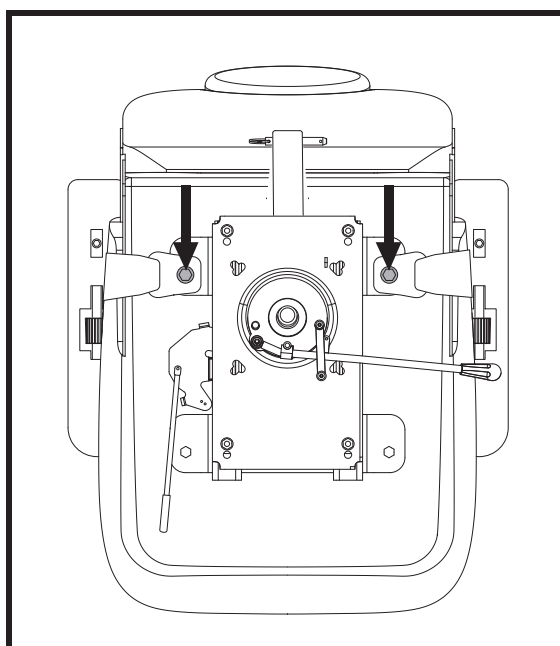

Figura 17. Bulloni per cinture di sicurezza
2. Posizionare la seduta a testa in giù per poter lavorare sulla base della seduta. **Vedere figura 17.**